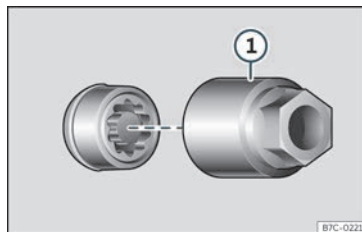

Fig. 36 Caragol antirobatori de la roda amb caputxó i adaptador.
- Encaixeu l'adaptador especial »» fig. 36 ① (eina de bord »» pàg. 45) en el caragol antirobatori de la roda fins al límit.